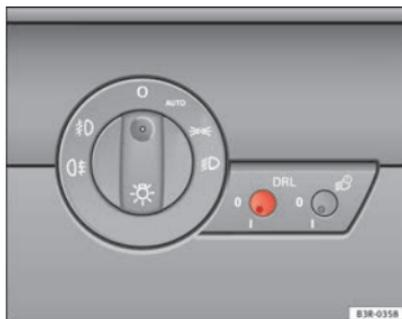

Fig. 89 Comutador da luz diurna
- Pressione brevemente o botão ⇒ fig. 89 para o retirar da sua posição.